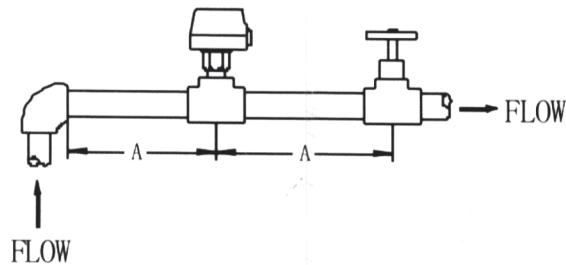

图 1
- 流量开关一定要安装在一段直线管道上, 其两边至少有 5 倍管径的直线路程, 同时应注意管道中液流方向必须与开关外壳上的箭头方向相一致, 其接线端子应在易于接线的位置; (图1)